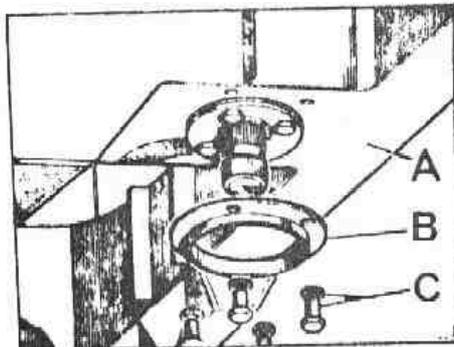

Fig. G-48 Placa-brida para el montaje de la caja compensadora
- 1.4. Retirar la placa-brida, B (Fig. G-48) por la parte inferior del bastidor, A.
- 2.3. Por la parte inferior se colocará la placa-brida, B (Fig. G-48) fijándola con los tornillos y arandelas, C.